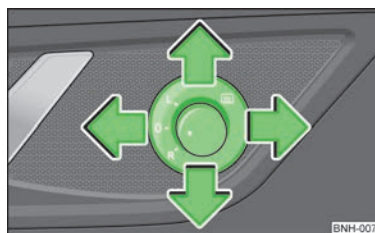

Fig. 31
- Poner el botón giratorio en la posición **☼** » fig. 31.
- Poner el botón giratorio en la posición **L** » fig. 31. El movimiento de la superficie del espejo es idéntico al del botón giratorio.
- Poner el botón giratorio en la posición **R** » fig. 31. El movimiento de la superficie del espejo es idéntico al del botón giratorio.